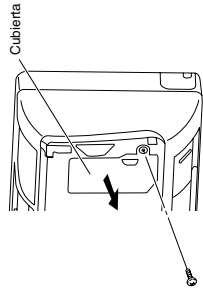

Fig. 3-20
(1) Sujete ambos extremos de la rejilla de entrada de aire y extraígalos abriendo hacia delante y tirando de ella hacia usted.
(2) Extraiga el tornillo de la placa de la cubierta derecha y abra la cubierta. (Fig. 3-20)